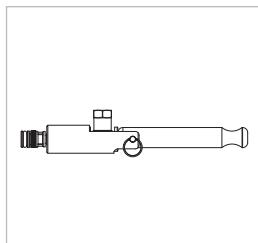

Figure 2
- ▶ Amenez le levier de serrage (Pos. 2) en position de sortie droite (*Figure 2*).